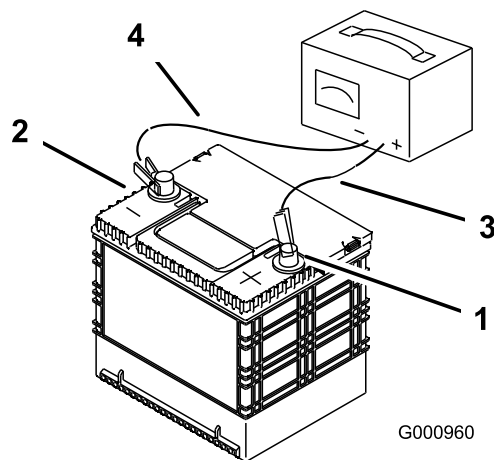

Figura 54
- Quando a bateria estiver totalmente carregada, desligue o carregador da tomada elétrica e em seguida desligue os cabos do carregador dos bornes da bateria (Figura 54).